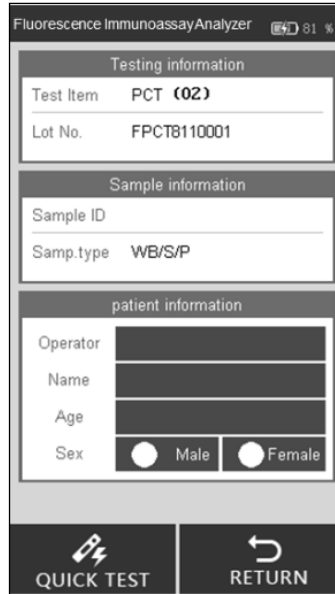

Fig. 28
Passo 2: Insira o Cartão de Identificação [ID] do Analito (Deve Ser do Kit de Teste do qual os cassetes de teste serão usados. O uso de Cartão de Identidade (ID) de outro kit de teste pode levar a resultados errados)
Passo 3: Toque em “**TESTE RÁPIDO**” ou pressione o botão Início para alternar para a interface de teste. (Ref. Fig. 28)